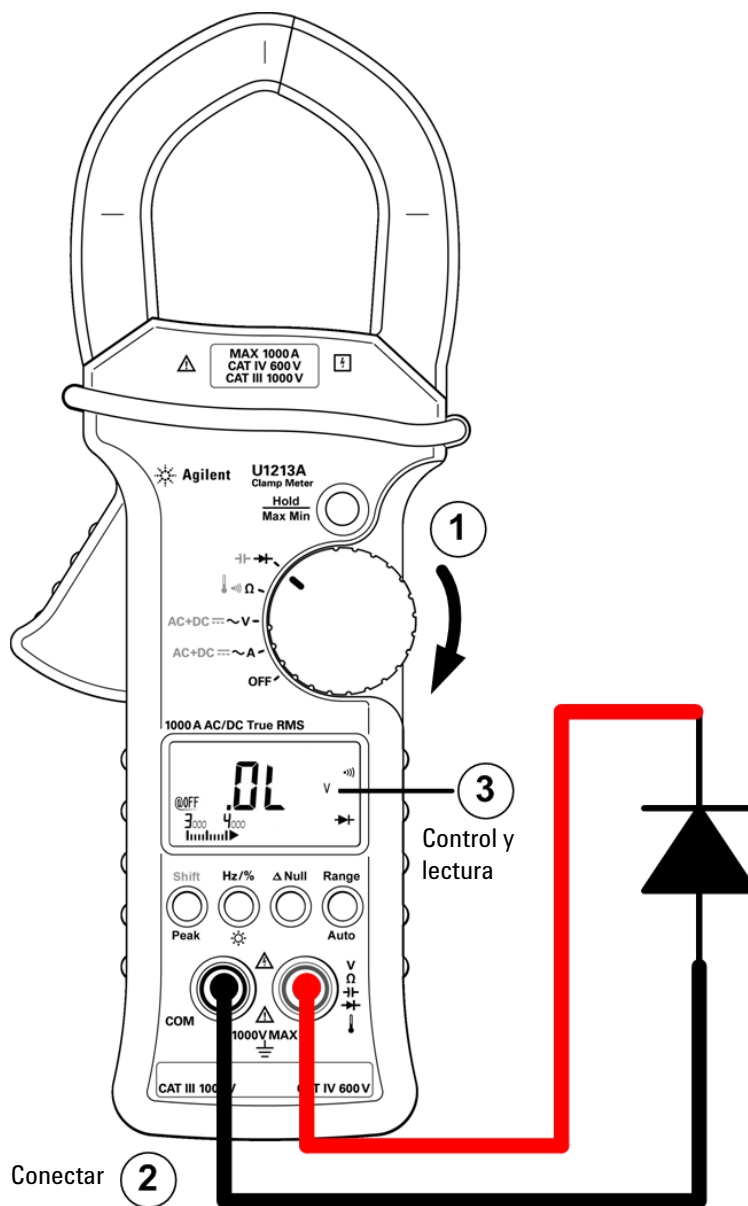

Figura 2-6 Medición de diodo (polarización inversa)
- 4 Invierta las sondas y vuelva a medir la tensión en el diodo (consulte la Figura 2-6 en la página 27). Evalúe el diodo según las siguientes pautas: